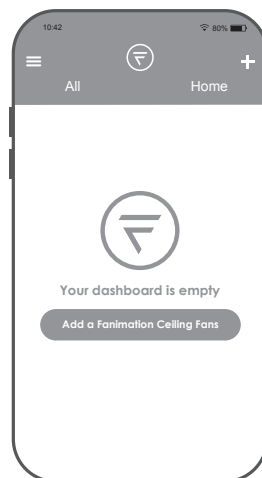

Figura 4
- ☐ 4. Instale el conector de 2 clavijas desde unidad de luz LED conexión a la unidad del motor. (Figura 4)
☐ **6. Proceso de aprendizaje:** (Figura 4)
- ☐ 4. Después de crear la cuenta fanSync de Fanimation, puede añadir sus ventiladores en la aplicación. (Figura 4)